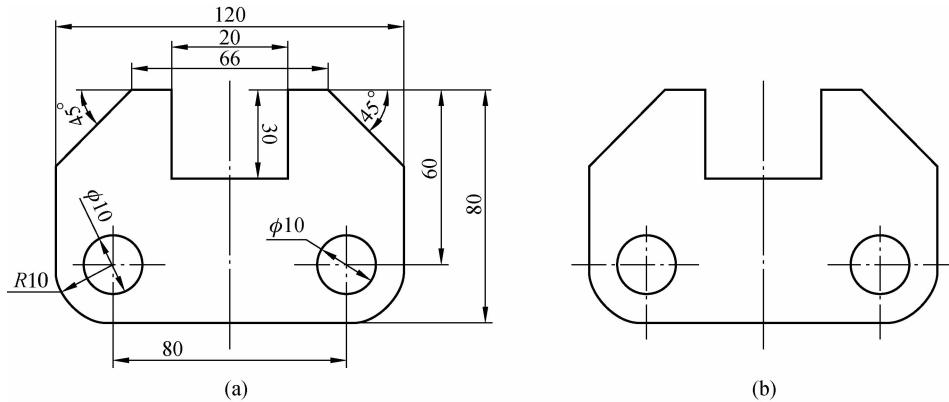

图1-1-16
1. 图1-1-16(a)中尺寸标注有错误,请在图1-1-16(b)上正确标注尺寸。